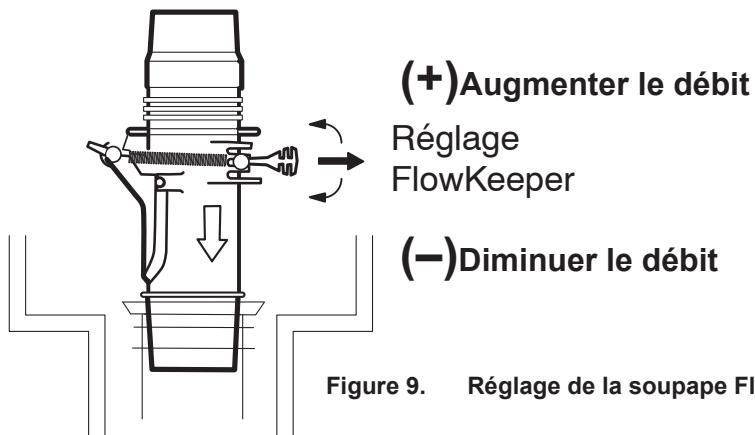

Figure 9. Réglage de la soupape FlowKeeper™
- Soupape Flowkeeper™ à l'écumoire, pour l'installation de l'écumoire (figure 9).